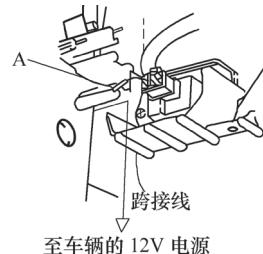

图 5-148 将 4P 插接器 1 号端子拆出
3) 如图 5-148 所示，小心地拆下 4P 插接器上的 1 号端子 (A)( 蓝 / 黄 ) 的锁耳，然后拆出这个端子，让它和车身搭铁绝缘。
5) 如图 5-148 所示，使用跨接线，给功率晶体管插接器的 1 号孔提供 12V 电压。